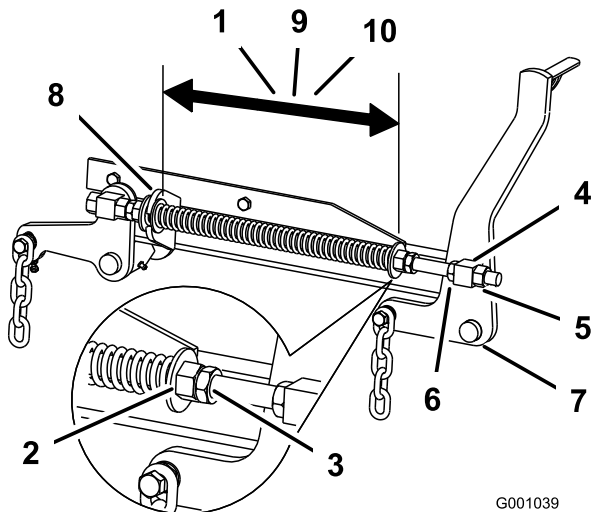

Figura 84
2. Compruebe la distancia entre las dos arandelas grandes, que debe ser de 28,2 cm (11-1/8 pulg.) para plataformas de cortacésped de 52 pulgadas, 26,7 cm (10-1/2 pulg.) para plataformas de cortacésped de 60 pulgadas ó 29,2 cm (11-1/2 pulg.) para plataformas de cortacésped de 72 pulgadas (Figura 84).
3. Ajuste esta distancia aflojando la contratuerca elástica y girando la tuerca que está delante de cada muelle (Figura 84). Gire la tuerca en el sentido de las agujas del reloj para acortar el muelle y en el sentido contrario a las agujas del reloj para alargar el muelle.
4. Fije la tuerca en la posición deseada apretando la contratuerca elástica (Figura 84).